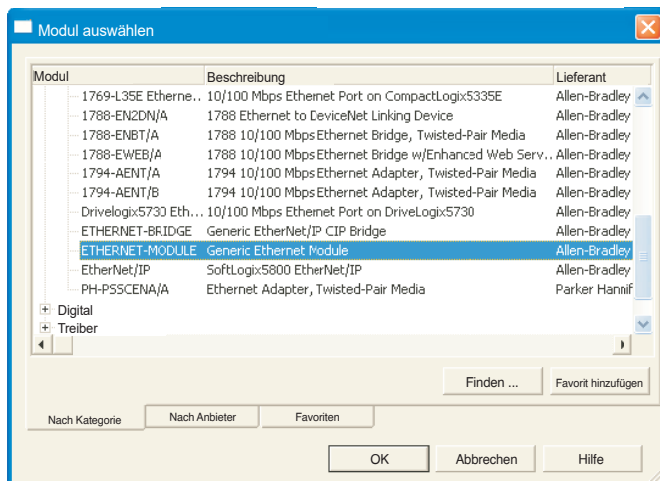

Abbildung 4.3.21n „Select Generic EtherNet Module“
3. Klicken Sie mithilfe der Bildlaufleiste auf den Eintrag „Generic EtherNet Module“ (Allgemeines EtherNet-Modul) (Abbildung 4.3.21n) und klicken Sie auf „OK“ (oder doppelklicken Sie auf den ausgewählten Eintrag).